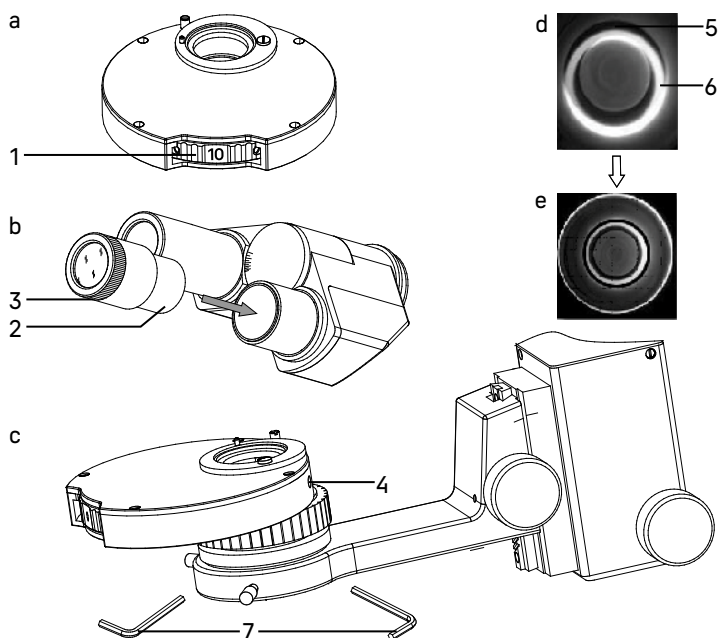

Рис. 22. Настройка фазово-контрастного устройства
1. Введите в ход лучей фазовый объектив **10x** из комплекта микроскопа. Введите в ход лучей соответствующее фазовое кольцо конденсора – поверните диск **1** конденсора так, чтобы в окошке появилась цифра «10» (рис. 22а). Отрегулируйте высоту конденсора так, как показано на рис. 7.
5. В режиме работы по методу фазового контраста кольца **5** и **6** должны совпадать. Если они не совпадают, нужно отцентрировать кольцо диафрагмы при помощи винтов **4**, которые регулируются ключами-шестигранниками **7**. Изображение должно соответствовать рис. 22е.